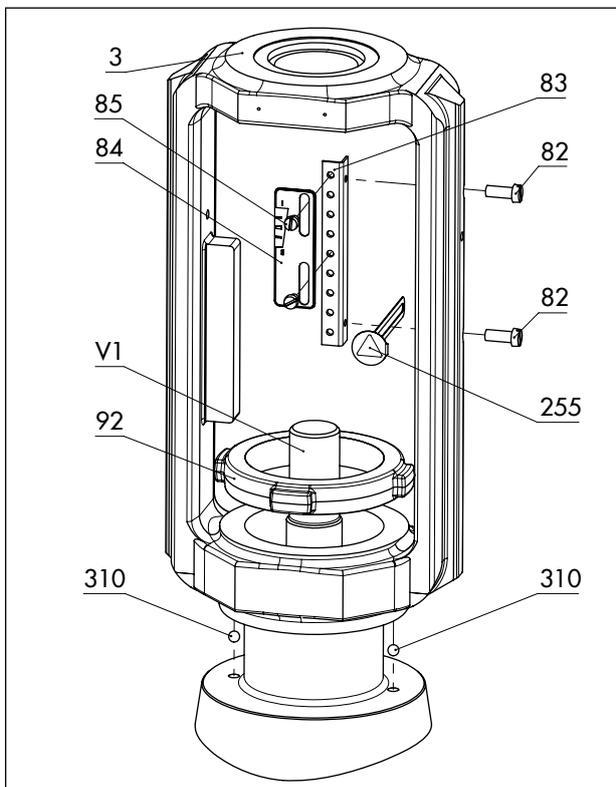
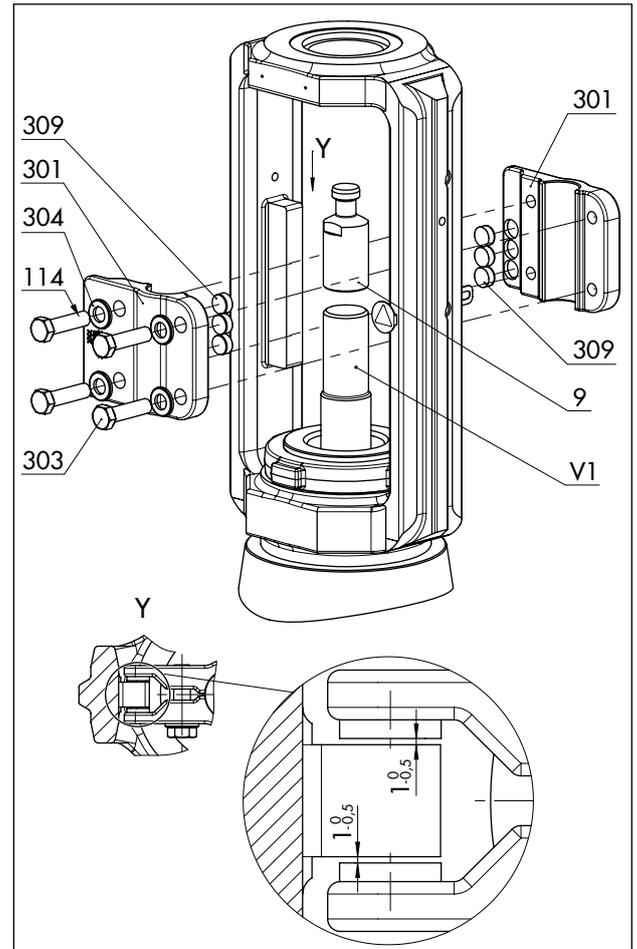

图 16: 标准类型中带有行程指示器标尺的支架总成概览
图 17: 标准类型中防旋转夹具总成概览
请参见图 16 和图 17
- 滑动垫圈与其在支架各侧上的接触表面之间有 0.5 至 1 mm 的标称间隙 (请参见 图 17 中的详细视图 Y)。